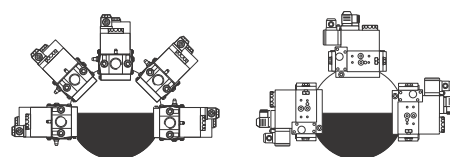
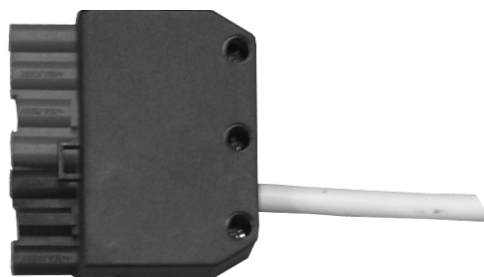

Fig. 24
Fig. 25
1. Allentare le viti A e B **non** svitare (Fig. 24 e Fig. 25).
2. Svitare le viti C e D (Fig. 24 e Fig. 25).